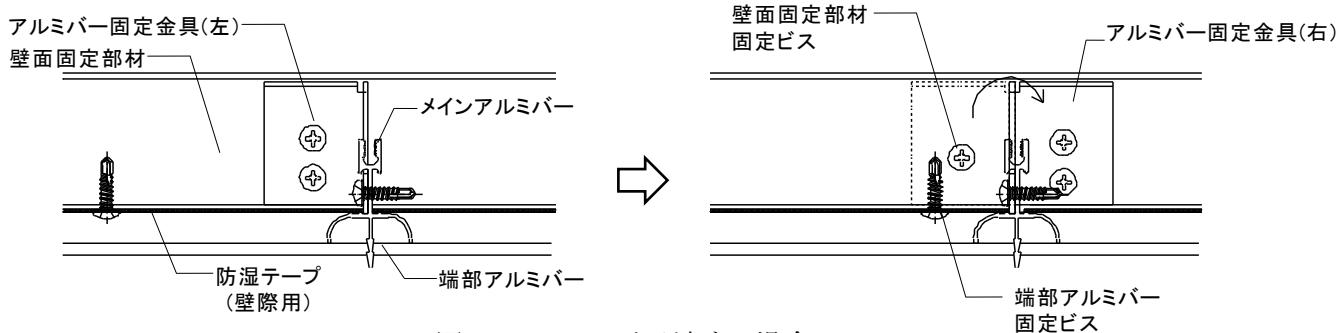

図2-8-4 ビスが干渉する場合
- ① クリップ固定の際はアプセットボルトの締め付け過ぎにより、アルミバー受け材の上フランジが変形しないように注意すること。
- ② 壁面固定部材および端部アルミバーの固定ビスが、アルミバー固定部材に干渉する場合、逆向きの金具を使用し、メインアルミバーに取り付ける。(図2-8-4 参照)